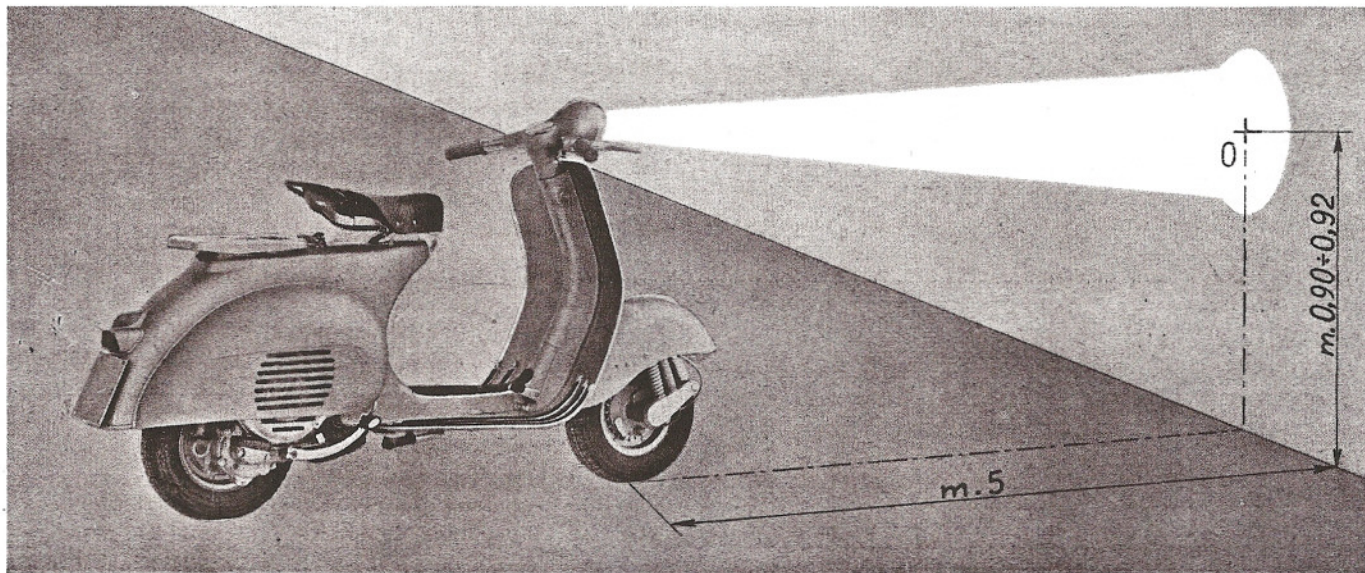

Fig. 10/A - Schema orientamento proiettore. N. B. - L'altezza del punto «0» è riferita alla moto con una oppure due persone a bordo.
**Regolazione proiettore:** l'orientamento corretto del proiettore può ottenersi eseguendo la regolazione sui piani orizzontale e verticale (agire sulle viti che fissano il proiettore nel suo alloggiamento e spostare il proiettore). Prima di orientare il proiettore, controllare che i pneumatici ant. e post. siano gonfiati rispettivamente a 1 e 2,2 atm.; quindi disporre la Vespa in piano, di fronte ad uno schermo bianco come in fig. 10/A.